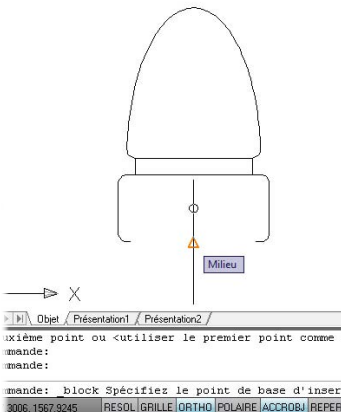

Figure 4.5
3. Spécifiez le point de base de l'objet (voir Figure 4.5).